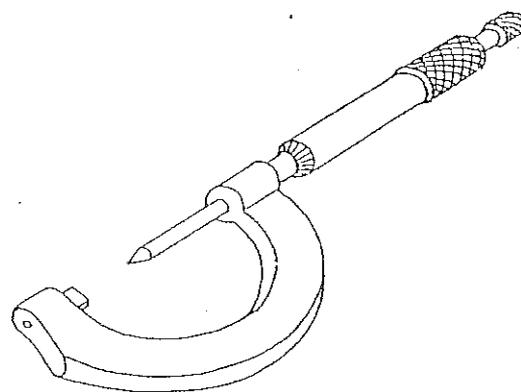

FIGURE 4
5.2 Micromètre spécial pour mesure de la hauteur de sertissage (voir Figure 4).